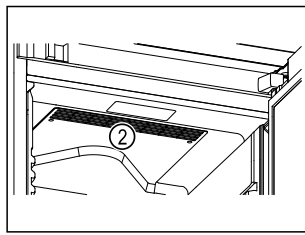

Fig. 62
- Cirkulācijas gaisa ventilatora ventilācijas spraugas Fig. 62 (2) iekšējā nodalījumā turiet brīvas.